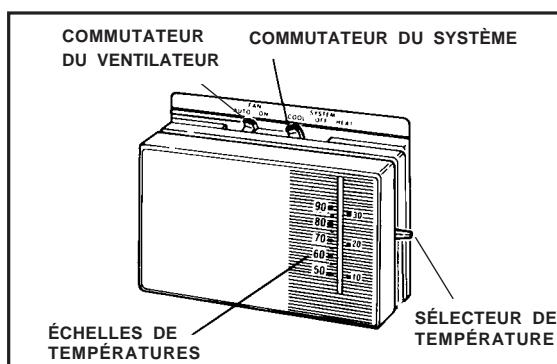

Figure 1. Thermostat typique
1. Régler le commutateur du thermostat sur REFROIDIR (COOL) ou AUTO et le commutateur du ventilateur du thermostat sur AUTO (Figure 1).
commutateur du ventilateur du thermostat sur AUTO (Figure 1).
Régler le commutateur du thermostat sur la position d'ARRÊT (OFF) et le commutateur du ventilateur du thermostat sur AUTO (Figure 1).
Régler le commutateur du ventilateur du thermostat sur la position MARCHE (ON) (Figure 1).